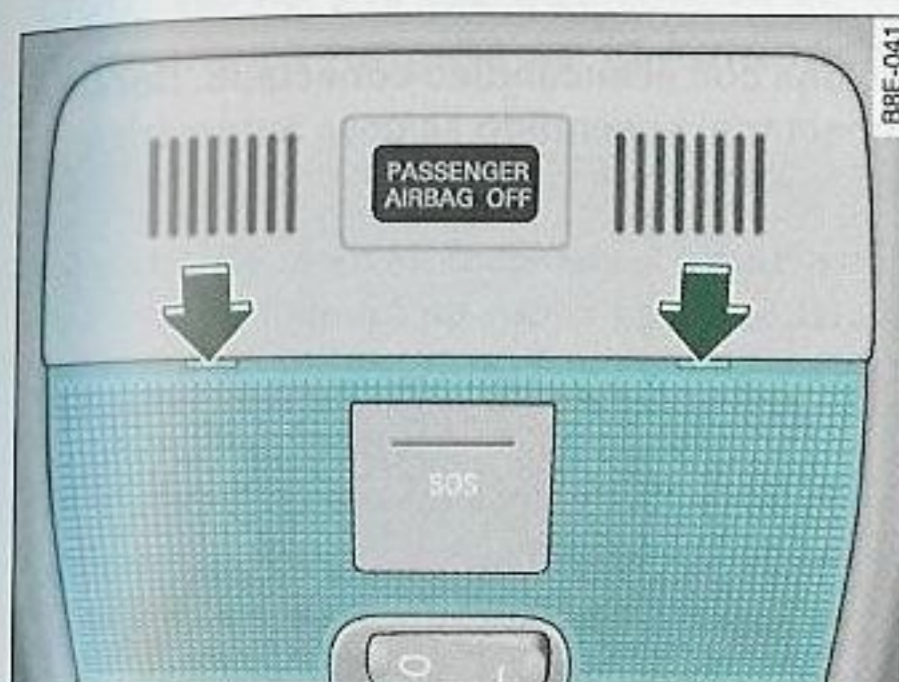

Fig. 57 Detalle del revestimiento del techo: Punto de aplicación del destornillador
- Coloque con cuidado la parte plana del destornillador (herramientas de a bordo) en la parte trasera del cristal de la lámpara ⇒ fig. 57.